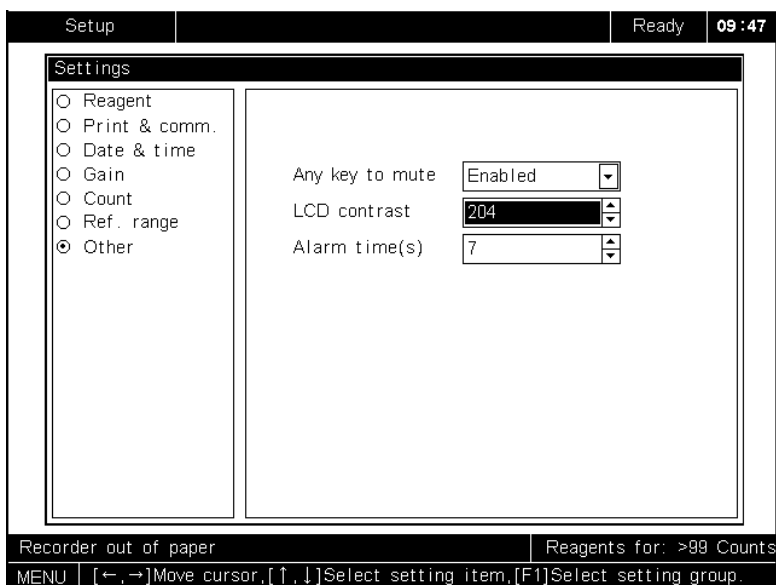

Abbildung 5-31 Auswählen des LCD-Kontrasts
54. **WÄHLEN** Sie "LCD-Kontrast" **AUS**, wie in Abbildung Abbildung 5-31 dargestellt;